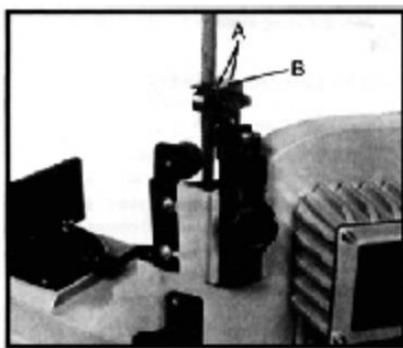

Рис. 1
3. Снимите два винта (A, Рис. 1) и отражательную пластину (B).